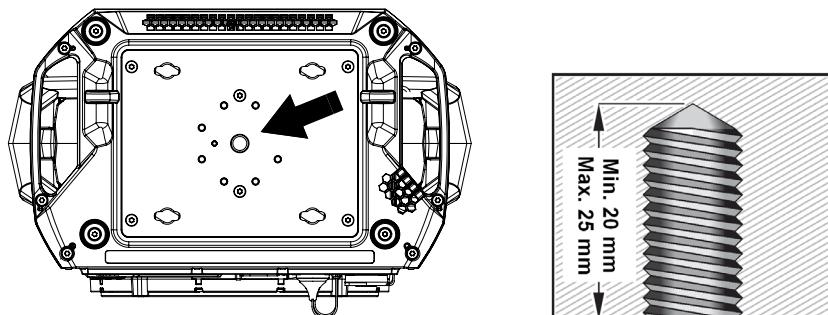

Figure 6. Vis M12 pour suspension avec un collier unique.
1. Procurez-vous un collier et une vis M12 adaptés. Voir Figure 6. Lorsque la vis est fermement serrée sur le collier et dans le pas de vis au centre de l'appareil, elle doit pénétrer d'un **minimum de 20 et d'un maximum de 25 mm** dans la base. Passez la vis dans le collier et vérifiez la longueur restante. Cette longueur doit être dans les limites minimales et maximales. Si ce n'est pas le cas, changez de vis et procurez-vous une vis aux bonnes dimensions.
2. Voir Figure 6. Appliquez un peu de Loctite 243 ou un frein filet similaire puis passez la vis dans le collier de suspension et vissez-la dans le filetage au centre de la base de l'appareil. Alignez le collier pour que l'appareil soit correctement orienté lorsqu'il sera suspendu à la structure. Vissez le collier fermement sur la base de l'appareil.